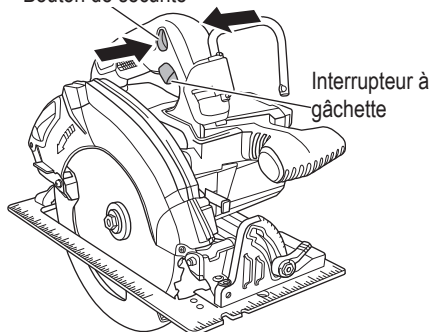

Fig. 23
- Fonctionnement de l'interrupteur (Fig. 23)